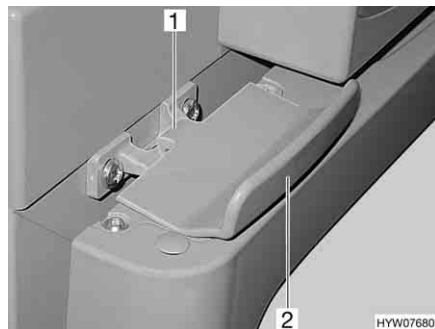

Fig. 177 Dispositif de verrouillage de la porte du réfrigérateur, fermé (Thetford)
- Ouvrir la porte du réfrigérateur sur la poignée (Fig. 177,2). Le verrouillage (Fig. 177,1) sera débloqué automatiquement.